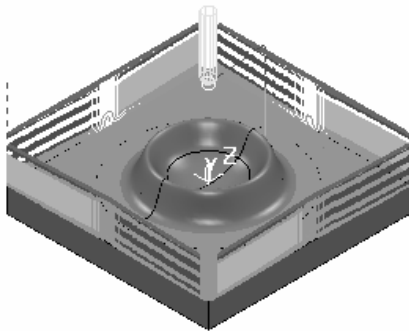

图 2-154 生成的刀具路径
7) 在“螺旋精加工”对话框中单击“计算”按钮和“接受”按钮，确定参数并退出对话框，生成的刀具路径如图 2-154 所示。